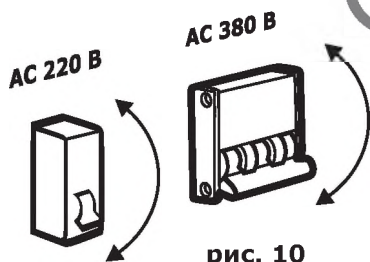

рис. 10
• Дайте двигателю поработать в течение 3-5 минут, чтобы прогреть его. По мере прогрева двигателя постепенно передвиньте рычаг воздушной заслонки в положение «Открыто». Подсоедините потребители к розеткам генератора. Если генератор должен питать два или более устройства, следует включать их поодиночке, в первую очередь - с более высоким пусковым током. Переведите прерыватель цепи в положение «ВКЛ» (рис. 10).